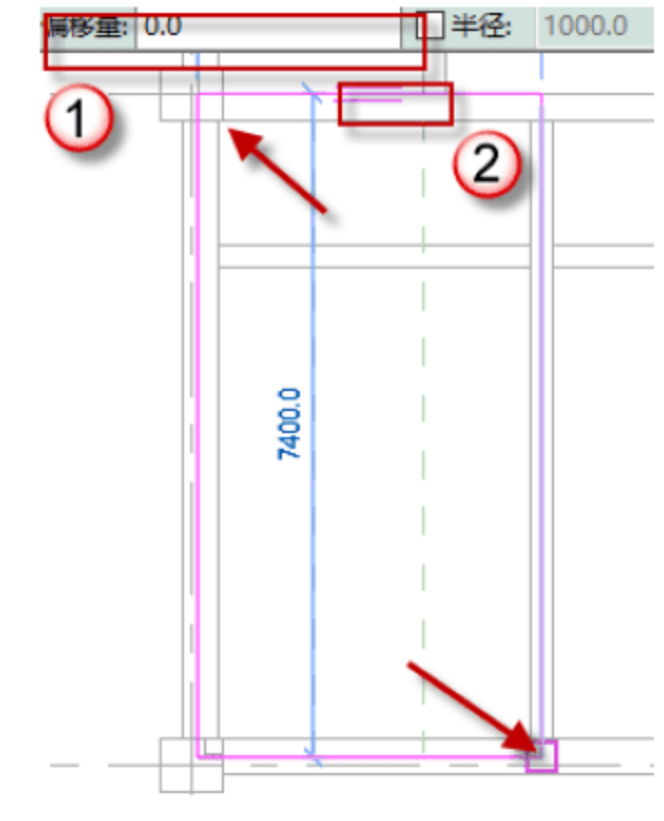

图 4.3.23 绘制 11 号板
(23) 绘制 11 号板，单击“矩形”按钮，绘制 11 号板，调整跨方向，将偏移量设置为 0，单击√按钮，完成绘制，如图 4.3.23 所示。